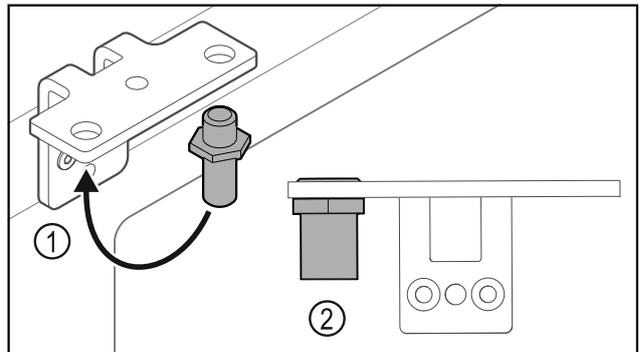

Fig. 33
- Vuelva a colocar los pernos Fig. 33 (1) en el soporte de la bisagra.
- Apriete los pernos Fig. 33 (2) con un **par de 12 Nm**.